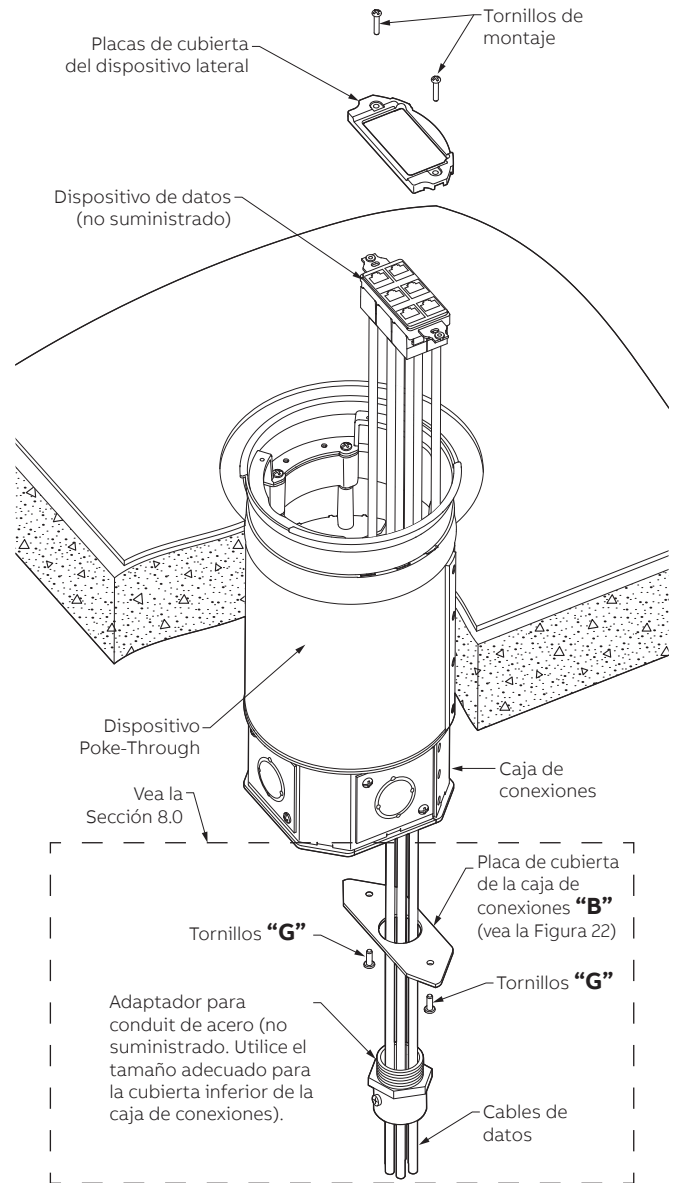

Figura 18
- 7.3 Tire del cable de datos a través del conducto de acero, del orificio en la placa de cubierta de la caja de conexiones inferior y dentro de la caja de conexiones. Introduzca los cables de datos hacia arriba a través del pasaje seleccionado para conectarlos a la placa de datos. Las clavijas macho pueden instalarse antes de introducirlos a través del dispositivo Poke-through. La placa de cubierta de la caja de conexiones puede estar suelta de la caja de conexiones al introducir el cable. (Vea la Figura 18). **NOTA:** Si se han designado (2) o (3) pasajes para DATOS, la cubierta inferior E y D de la caja de conexiones se puede usar en la parte inferior de la caja de conexiones (vea la Figura 22).